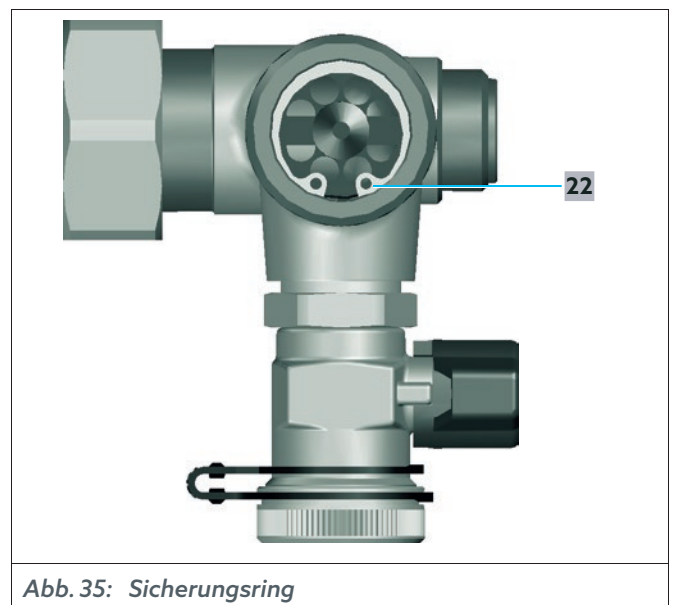

Abb. 35: Sicherungsring
- 1** Lösen Sie den Sicherungsring (siehe Position **22** in Abb. 35 auf Seite 53) mit einer geeigneten Sicherungsringzange.
- 2 Setzen Sie den Sicherungsring ein (siehe Position 22 in Abb. 35 auf Seite 53).